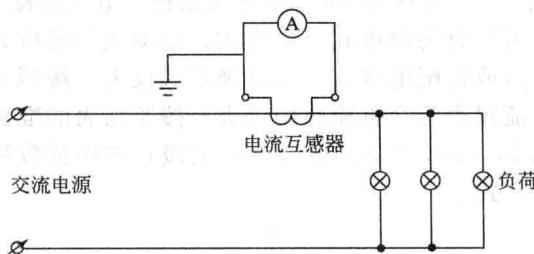

图 1-1 交流电流表经电流互感器接线
b. 交流电流表。交流电流表一般采用电磁式仪表，其测量机构与磁电式的直流电流表不同，它本身的量程就比直流电流表大。电磁式电流表一般采用电流互感器来扩大量程，其接线方法如图 1-1 所示。双量程电磁式电流表一般将固定线圈绕组分段，然后利用各段绕组串联或并联来改变电流表的量程。
② 钳形电流表。当采用一般电流表测量电路的电流时，需要切断电路，然后将电流表或电流互感器的初级线圈串接到被测电路中；而采用钳形电流表，则可以在不切断电路的情况下测量电流，使用方便，但是准确度较低，一般只用在不便于拆线或不能切断电路的情况下进行测量。
(2) 电压表 测量电路电压的仪表称为电压表（又称伏特表），表盘上标有符号“V”。由于量程不同，电压表一般分为毫伏表、伏特表、千伏表等多种品种规格，在其表盘上分别标有mV、V、kV等字样。电压表又分为直流电压表和交流电压表，其接线方法均是与被测电路并联。
(3) 兆欧表 兆欧表是一种简便的测量大电阻的指示仪表，其标度尺的单位是兆欧，用 $M\Omega$ 来表示， $1M\Omega=1000000\Omega$ 。
① 兆欧表额定电压的选择。选用兆欧表的额定电压时，应与被测线路或设备的工作电压相对应，兆欧表电压过低，会造成测量结果不准确；兆欧表电压过高，则可能击穿绝缘。兆欧表额定电压的选择见表 1-2。此外，兆欧表的量程也不要超过被测绝缘电阻值太多，以免引起测量误差。